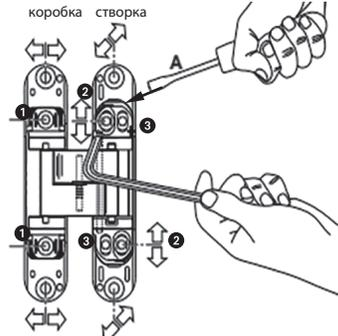

Рис.4
- 1 Вставьте регулировочный клин (в комплект на входит) под дверное полотно. Ослабьте два винта 2 (Рис.4).